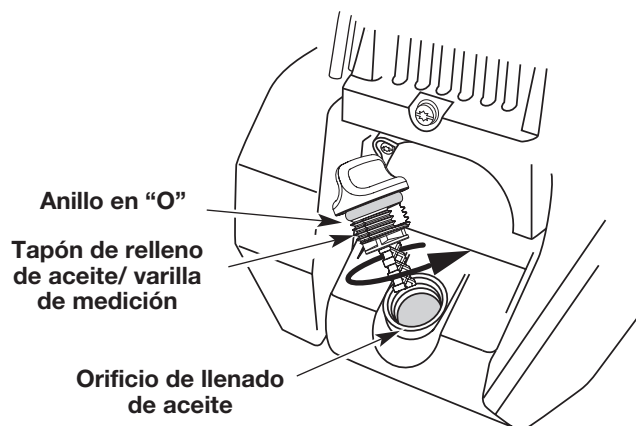

Fig. 16
3. Saque el tapón de aceite/ varilla de medición del cigüeñal (Fig. 16).